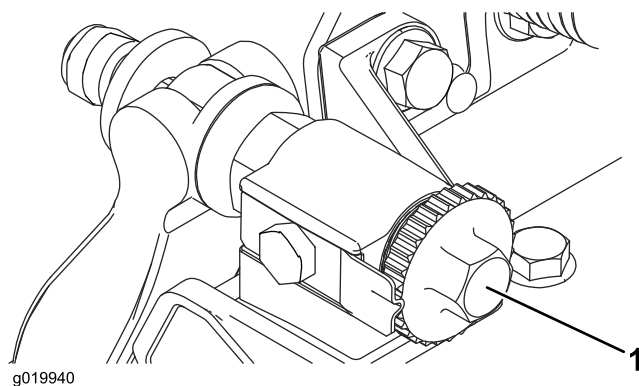

Figura 8
1. Collocate l'apparato di taglio su una superficie piana e orizzontale. Girate in senso antiorario le viti di regolazione della barra di appoggio per accertarvi che la barra di appoggio non tocchi il cilindro (Figura 8).